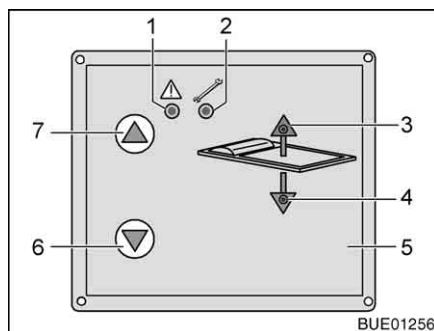

Fig. 72 Unité de commande
- Sur l'unité de commande (Fig. 72,5), pousser la touche "▼" (Fig. 72,6) et la maintenir pressée pendant env. 6 secondes. Les deux DEL (Fig. 72,3 et 4) vertes s'allument.
- Pousser la touche "▼" (Fig. 72,6) et la maintenir pressée jusqu'à ce que le lit ait atteint la position désirée ou la butée. La DEL (Fig. 72,3) s'allume en vert.
- Pousser la touche "▲" (Fig. 72,7) et la maintenir pressée jusqu'à ce que le lit ait atteint la position désirée ou la butée. La DEL (Fig. 72,4) s'allume en vert.
- Pousser la touche "▼" (Fig. 72,6) ou la touche "▲" (Fig. 72,7) et la maintenir pressée jusqu'à ce que le lit ait atteint sa position finale inférieure ou supérieure.
Quand le lit ne peut plus être déplacé avec l'unité de commande et que la DEL rouge "⚠" (Fig. 72,1) clignote, il est aussi possible de déplacer le lit superposé manuellement. Procéder de la manière suivante :
Quand le témoin de maintenance (Fig. 72,2) s'allume : Consulter le service après-vente.